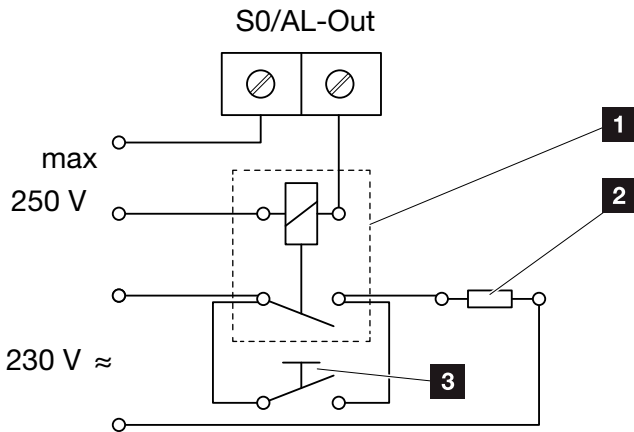

Abb. 57: Elektrischer Anschluss Eigenverbrauch
3. Die weiteren Komponenten für den Eigenverbrauch fachgerecht installieren und anschließen. 📄 **Abb. 57**
1. Externes Lastrelais fachgerecht an die Anschlussklemme S0/AL-Out anschließen  **Abb. 57**